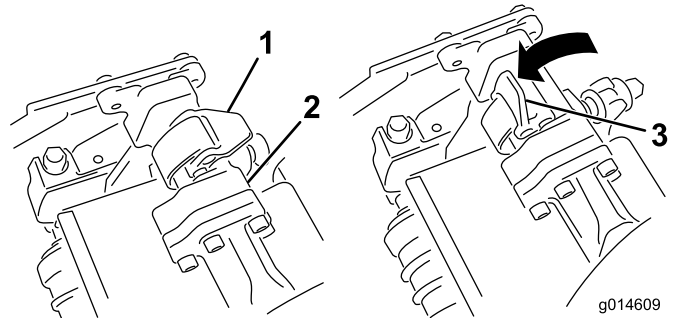

图33
3. 当悬挂臂杆上的门锁指向上方（即打开）时（图33），向下压悬挂臂，使悬挂臂杆与滚刀组顶部的横杆相契合（图34）。
4. 向下并绕着滚刀组横杆关闭闩锁，将它们锁定到位（图33）。
4. 打开您正在拆下的滚刀组悬挂臂上的闩锁（图33）。